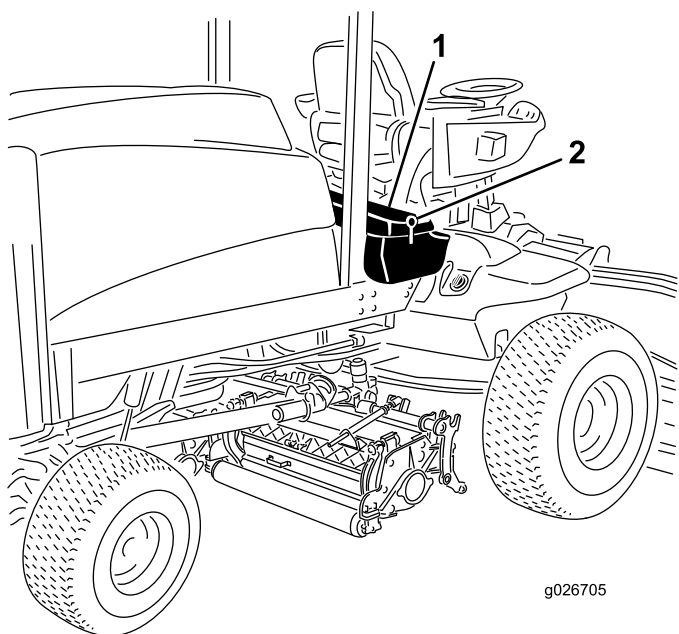

Figure 56
1. Déverrouillez et soulevez le panneau de la console (Figure 56).